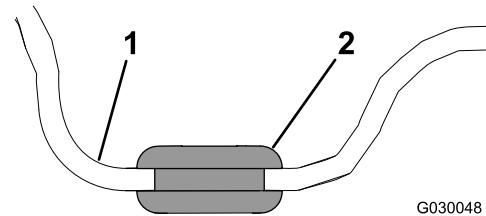

Рисунок 4
1. Вставьте уплотнительную втулку в каждое из 4 отверстий под болты навеса (Рисунок 4).